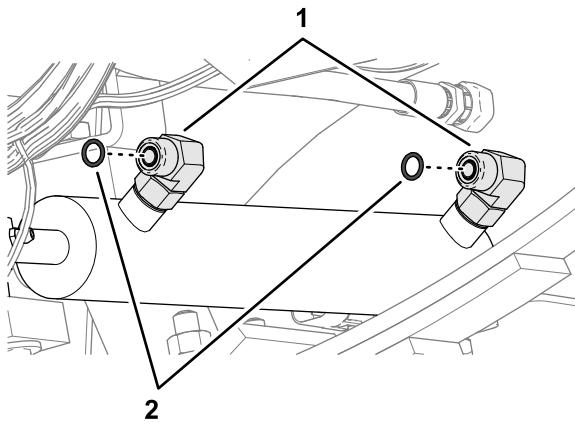

Figura 120
- 3. Retire las 2 juntas tóricas de las caras de los acoplamientos de 90° en los orificios de extensión y retracción del cilindro de dirección (Figura 120).
- 4. Instale 2 juntas tóricas nuevas de 9,2 mm/1,8 mm en las ranuras de los acoplamientos de 90° (Figura 120).